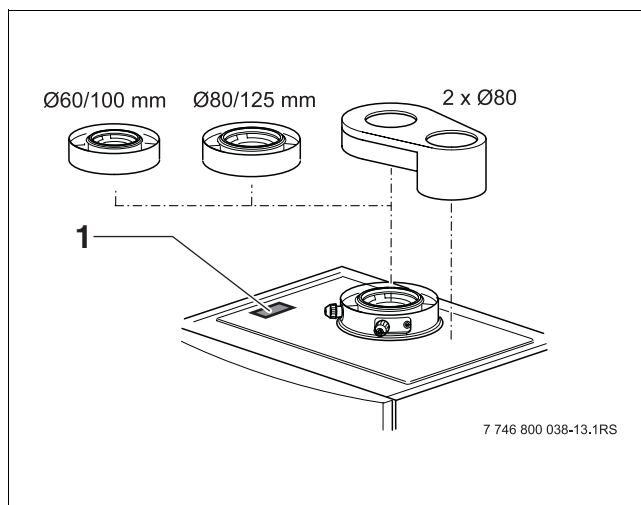

Fig. 26 RGA-adapter
Let op! Voor het aansluiten van rookgasafvoermateriaal op het cv-toestel moet een RGA-adapter worden geplaatst (→ fig. 26). Deze wordt in 3 maatvoeringen geleverd:
“_{xx}” is een variabele waarde en kan voor dit cv-toestel worden vervangen door de genoemde waarden, zoals vermeld staan op de typeplaat (→ fig. 26, **pos. 1**).